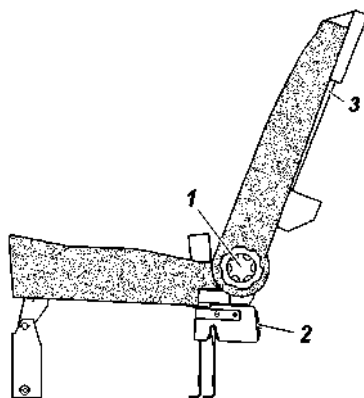

Рис. 3.11. Заднее трехместное сиденье:
**Заднее трехместное сиденье** (рис. 3.11) может быть разложено для организации спального места или сложено для увеличения объема грузового помещения.
– вращением ручек 1 (рис. 3.11) наклоните спинки заднего трехместного сиденья назад до упора;
- вращением ручек 1 (рис. 3.11) наклоните спинки заднего сиденья вперед до упора;
- расфиксируйте замки заднего сиденья ручками замка 2 (рис. 3.11);
- закрепите верхний страховочный трос за кронштейн крепления верхнего ремня ISOFIX (рис. 3.11);